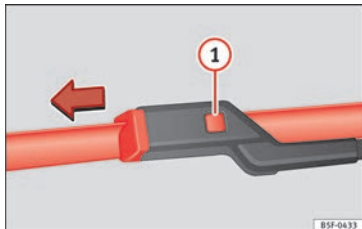

Abb. 62 Scheibenwischerblätter der Frontscheibe auswechseln.
- Entriegelungstaste »» Abb. 62 gedrückt halten und leicht das Scheibenwischerblatt in Pfeilrichtung abziehen.